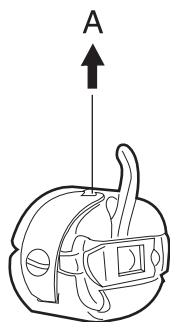

Рис. 32
- При вытягивании нитки из шпульного колпачка в направлении “А” ее натяжение должно составлять приблизительно 45-55 г (рис. 32).